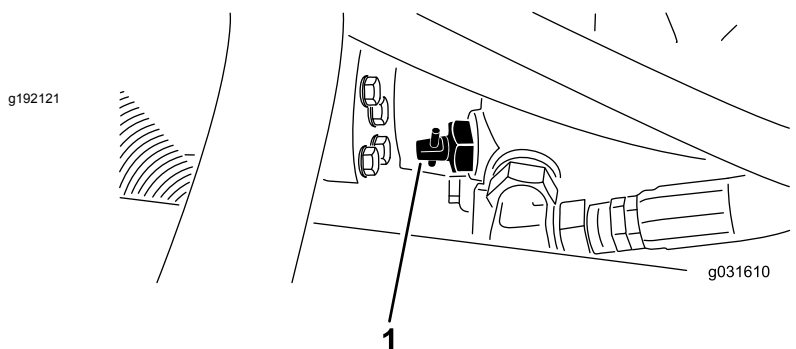

Figura 29
1. Localize a válvula de derivação na bomba (Figura 29) e desapeerte-a rodando 90° (1/4 de volta).